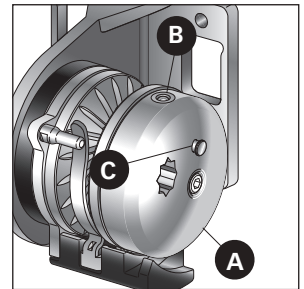

FIG. 1
- Ruotare il coperchio **A** fino ad avere il foro di uscita del perno **B** orientato verso l'alto (come fig. 1).
- Nel punto della cima stabilito, fissare l'Automatic Stop con le 4 viti (vedi fig.1).